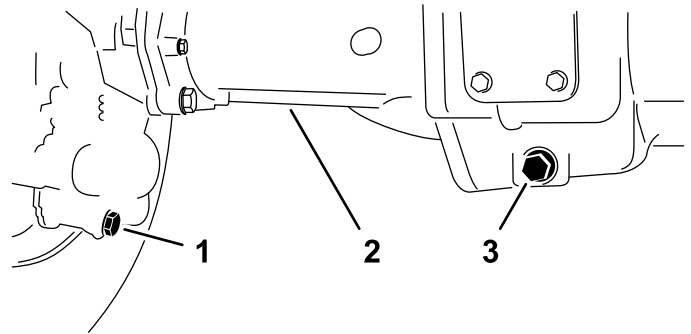

Figura 144
2. Curățați zona din jurul celor 3 bușoane de golire (Figura 144) - 1 pentru fiecare carcasă a angrenajelor conice (la exteriorul carcaselor pentru osii) și 1 pentru carcasa angrenajului central.
3. Scoateți fiecare bușon de golire (Figura 144) și lăsați uleiul să curgă într-o tavă de golire.